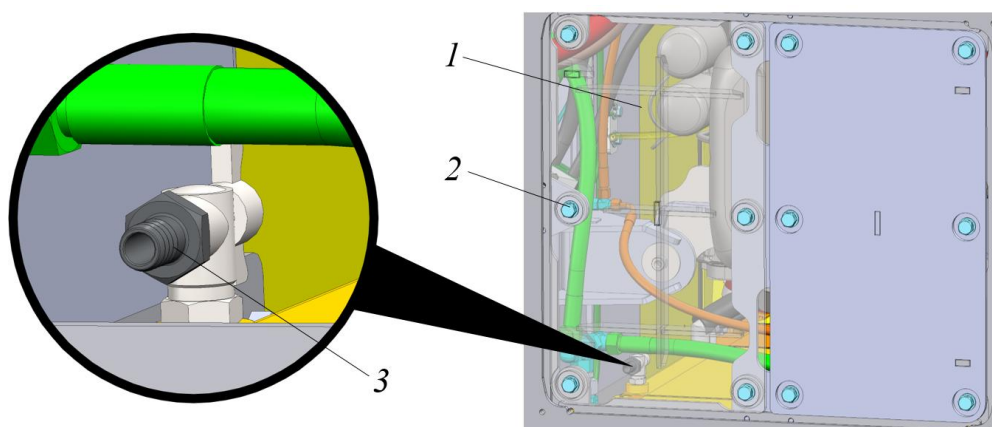

Рисунок 5.25. Левый лючок брони
- Демонтировать левый лючок передней брони, рис. 5.25. Лючок для наглядности сделан прозрачным.
Для открытия лючка 1 в передней части брони необходимо, ключом  на 24 выкрутить болты с шайбами поз. 2. Придерживая лючок поз. 1 открыть его по направлению вниз и в сторону к гусенице, см. рис. 5.25.
- Надеть подходящий по диаметру шланг на штуцер, открыть кран 3 и в заранее подготовленную емкость  слить охлаждающую жидкость, см. рис. 5.25.
- ▶ Лючок поз 1, рис. 5.25 установить на место. Болты поз. 2 затянуть моментом не превышающим 195 Н*м.